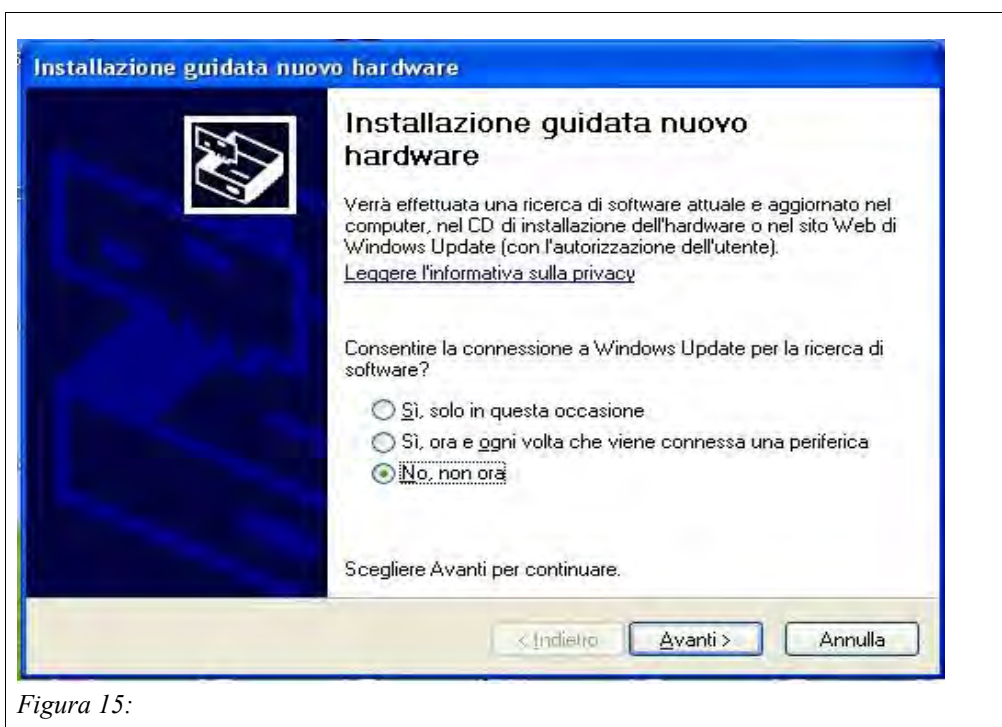

Figura 15:
9. con la solicitud de instalación del driver de parte de Windows, aparece en la pantalla la ventana de la Figura 15.